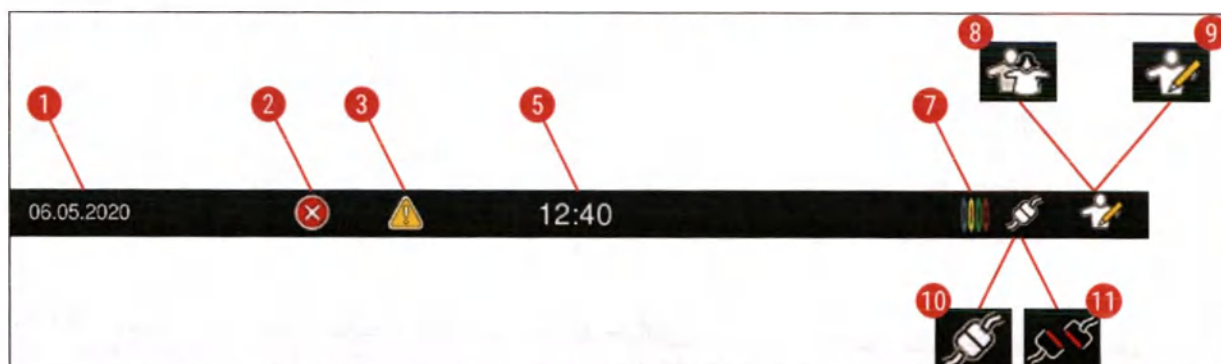

Рис. 16
4. Текущий статус пользователя отображается соответствующим символом в строке состояния (→ "Рис. 16") справа вверх.